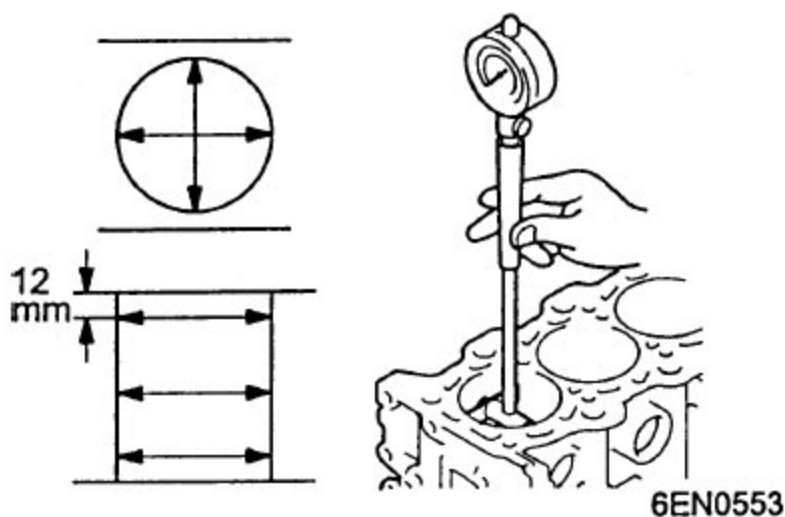

图 5-11
D). 用量缸表测量每个气缸孔及其圆柱度。如果任何一个气缸严重磨损，应将所有气缸镗大到加大尺寸，并相应地更换活塞和活塞环。测量点见图 5-11 所示。